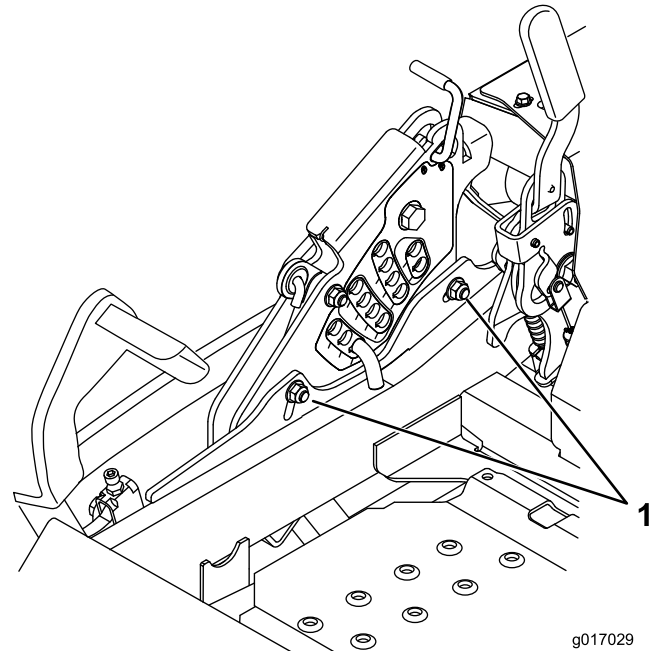

Bild 87
12. Zum Einstellen der zentralen Einstellung lösen Sie die zwei Schrauben unten an der Schnitthöhenplatte. Siehe Bild 87.
14. Ziehen Sie die zwei Schrauben unten an der Schnitthöhenplatte an (Bild 87). Ziehen Sie sie auf 37-45 N-m an.